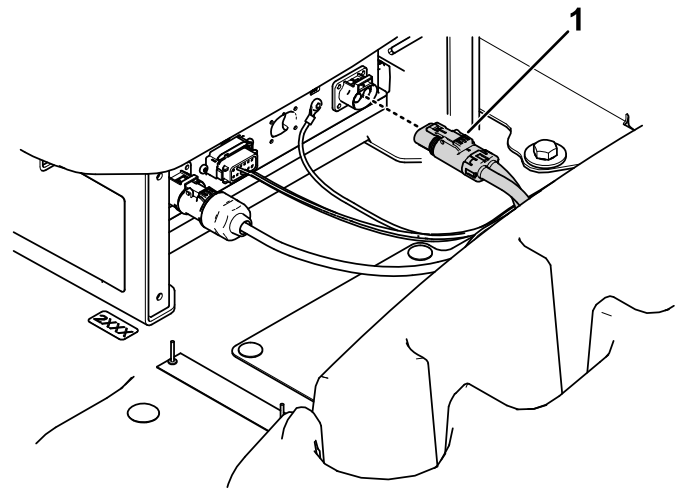

図 13
3. 充電器からDC電源コネクタを取り外す (図 13)。
2. 充電器にDC電源コネクタを取り付ける (図 13)。